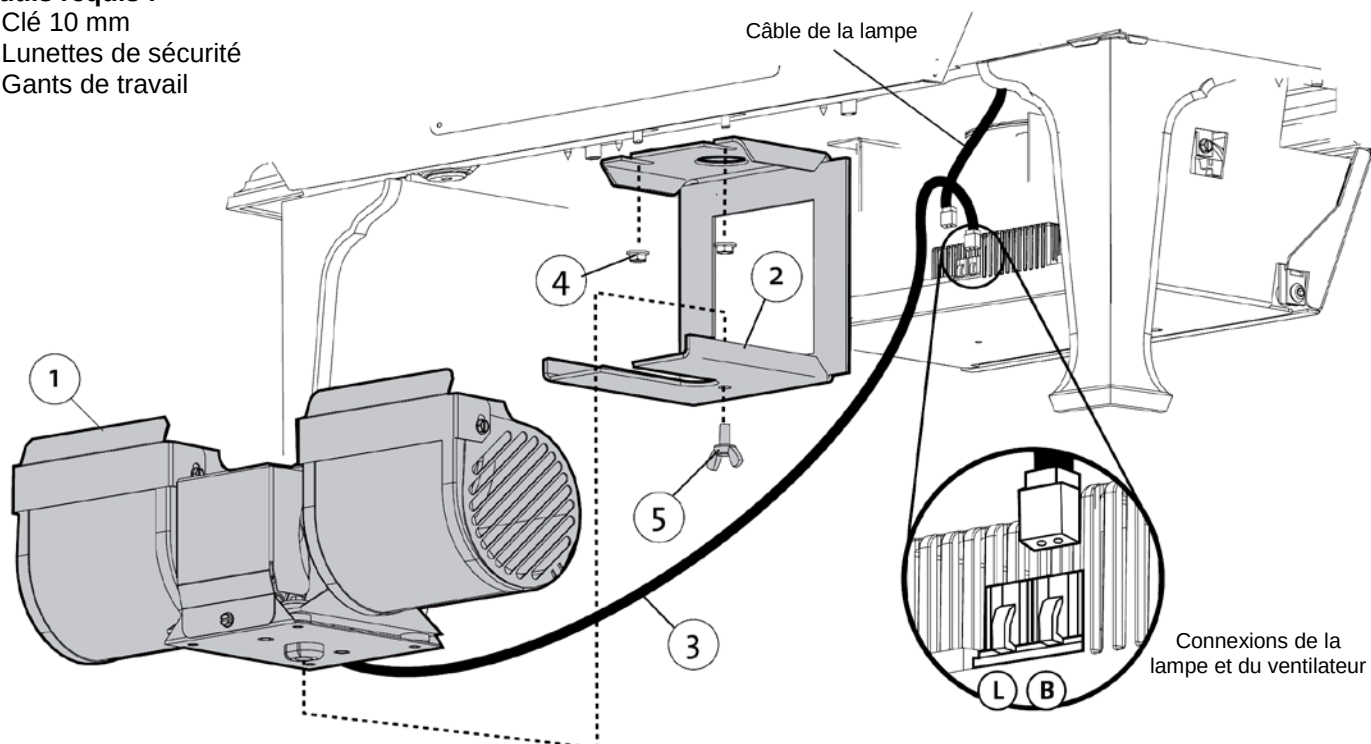

Figure 44. Composants du kit de ventilateur et connexion de la Lampe Accent.
2. Positionnez le support du ventilateur (fig. 44, n° 2) tel que montré, et fixez-le solidement au poêle avec les 2 écrous à tête hex. (n° 4) déjà vissés aux tiges, au bas du poêle.
3. Installez le ventilateur (n° 1) en orientant les ouvertures de conduit vers le haut et l'arrière, tel que montré à la figure 44. Fixez le ventilateur au support avec la vis à oreilles (n° 5).
4. Connectez le câble du ventilateur à la borne (B) du panneau de contrôle IFC, tel que montré à la fig. 44. Utilisez le serre-fils (fourni) pour enserrer toute longueur de câble excédentaire.